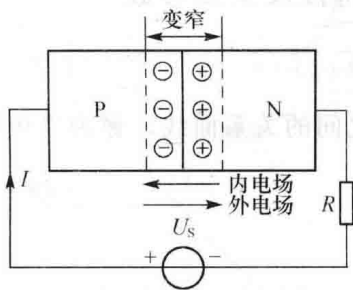

图 1-12 PN 结外加正向电压
① PN结外加正向电压：PN结P端接高电位，N端接低电位，称PN结外加正向电压，又称PN结正向偏置，简称为正偏，如图1-12所示。